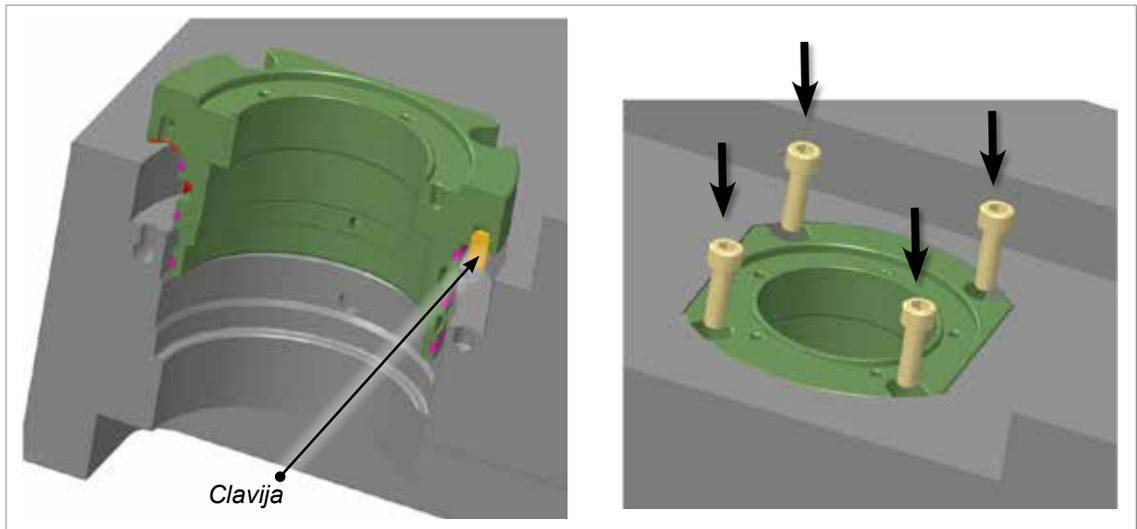

Figura 11-20 Conecte el cuerpo externo a la placa del colector.
Asegúrese de que la clavija del cuerpo externo esté en el lado del orificio de la clavija de la placa del colector y que la junta tórica esté en su lugar en el cuerpo externo. Consulte la Figura 11-20.
1. Fije el cuerpo exterior a la placa del colector con tornillos de cabeza hueca. Apriete a 15 Nm (11 ft-lb). Consulte la Figura 11-20.